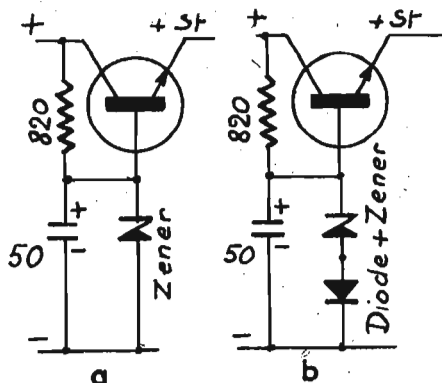

Fig. 43. — Stabilisation Zener.
N.B. Nous signalons à toutes fins utiles, la possibilité de perfectionner encore la stabilisation, en disposant une diode Zener aux bornes de $50 \mu\text{F}$ (Fig. 43). Petit inconvénient, il faut trouver une Zener de tension effective comprise entre 4,4 V et 4,7 V, de manière à conserver une tension stabilisée suffisante, d'une part et d'autre part, être en-dessous de
Les Zeners des cases 2, 3, 4 sont utilisables en disposant en série une diode silicium ordinaire, type 1N4148, ce qui augmente la tension stabilisée de 0,5 V. (Ex. 4,1 V + 0,5 = 4,6 V.) Voir figure 43 b.